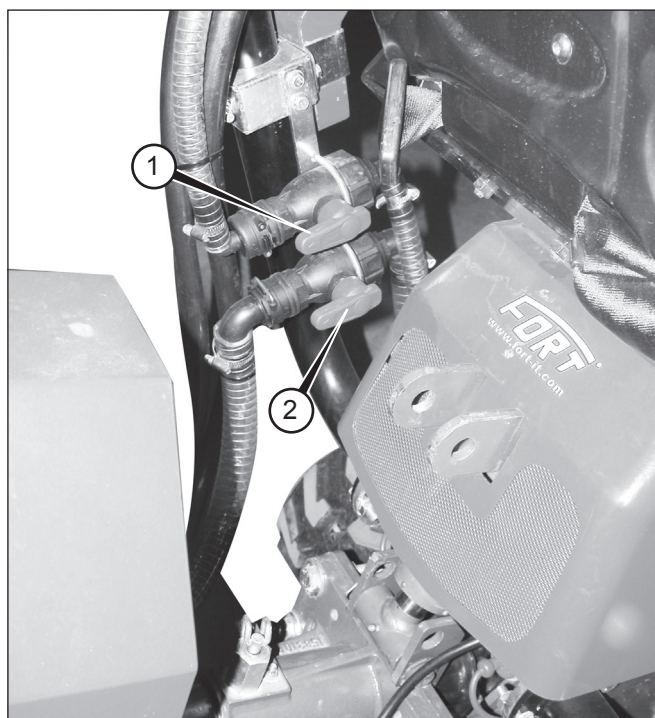

Fig. 14 - Robinets d'ouverture/fermeture de débit
- Tourner les deux robinets (1 et 2 Fig. 14) pour ouvrir le circuit de pulvérisation.